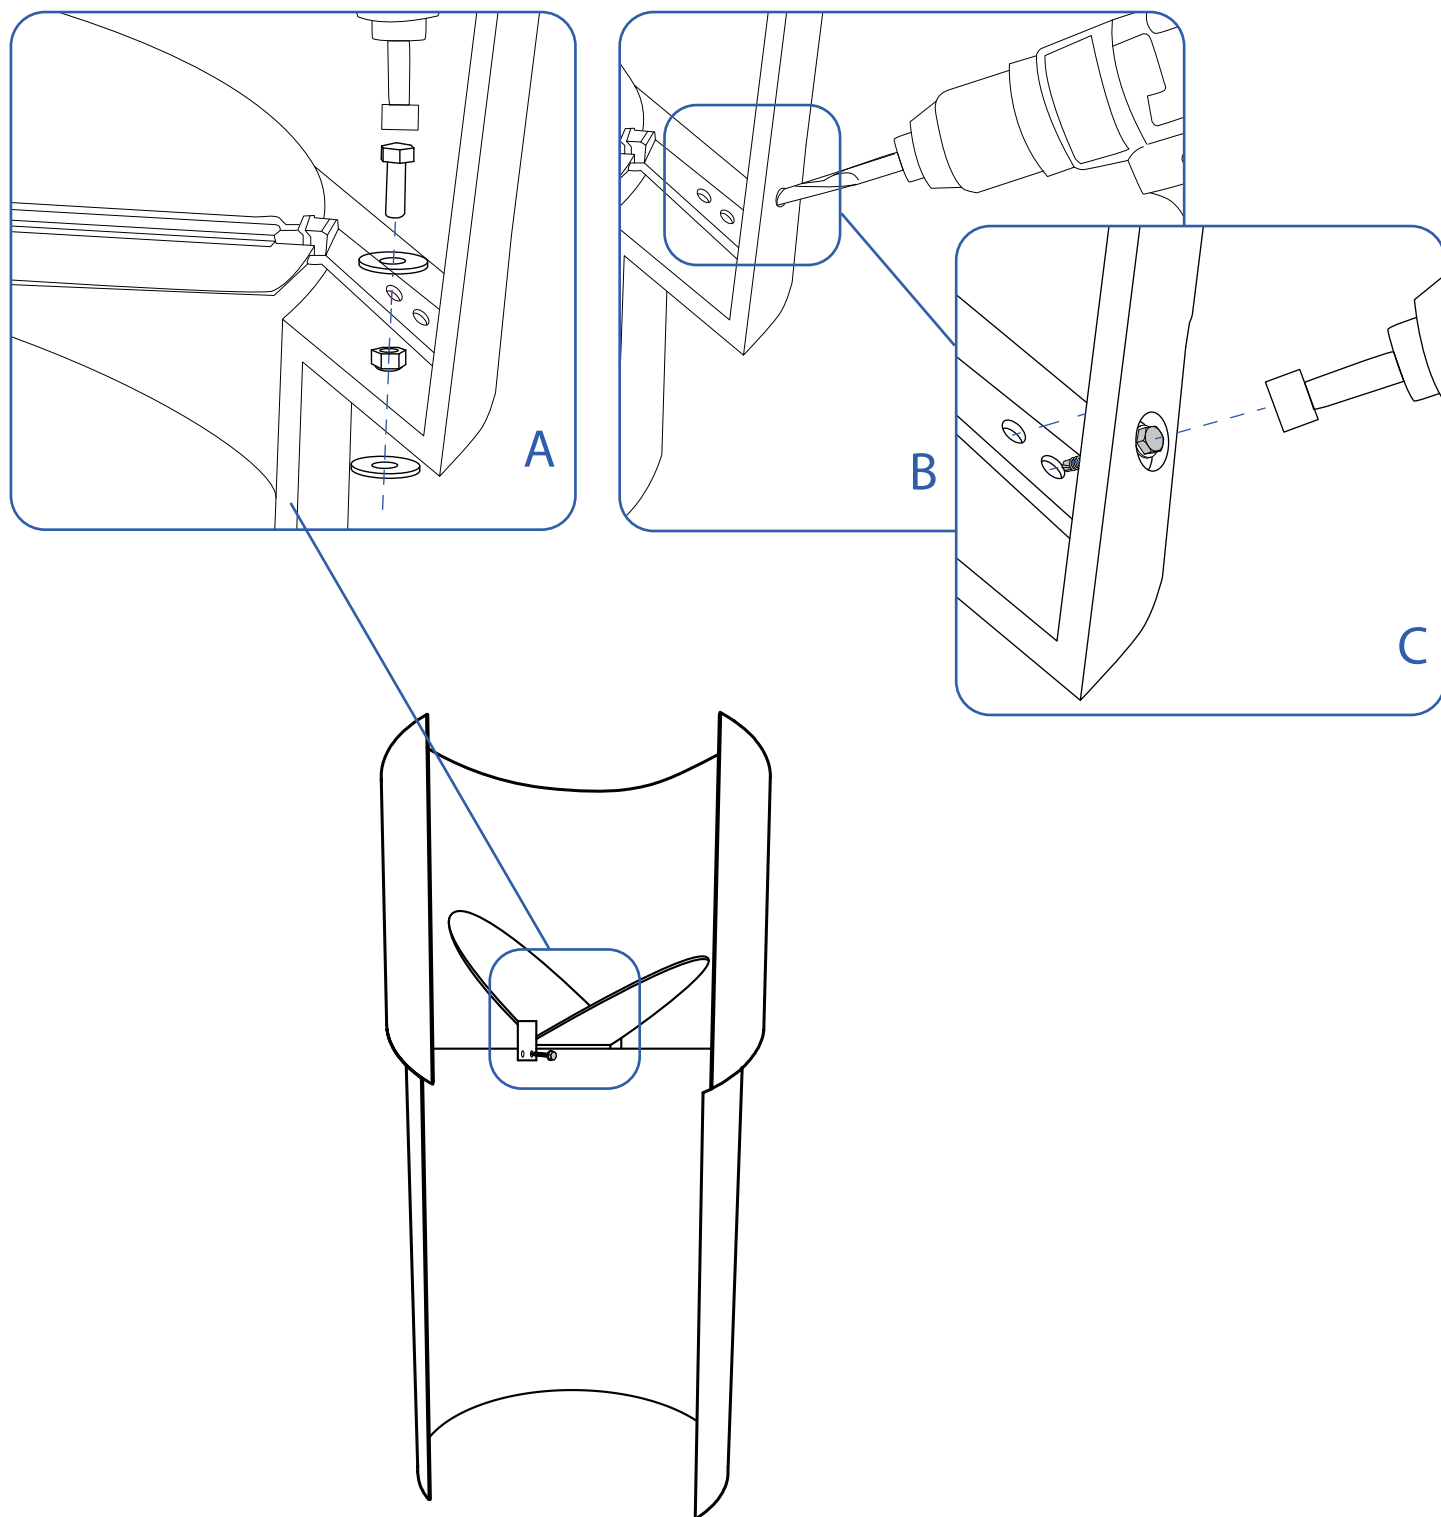

Fig. 27. Montaje de la válvula de mariposa en las chimenea
- Una vez alineada y posicionada la válvula de mariposa en la chimenea marcaremos los agujeros y taladraremos con una broca de 5,5 o 6 mm, colocaremos 1 tornillo M5x20 DIN933, 2 arandelas M5 DIN125 y 1 tuerca M5 DIN985 (A) (Fig. 27). También podemos realizar un agujero en la chimenea, unos milímetros más grande que el diámetro de la cabeza del tornillo (B) (Fig. 27), y aprovecharemos este agujero para realizar el taladro de los agujeros previamente marcados. (C) (Fig. 27).